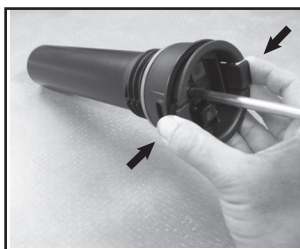

Figure 2
2. Pour enlever le couvercle du tube de la pompe, appuyer sur les onglets du couvercle et soulever-le (**Figure 2**).